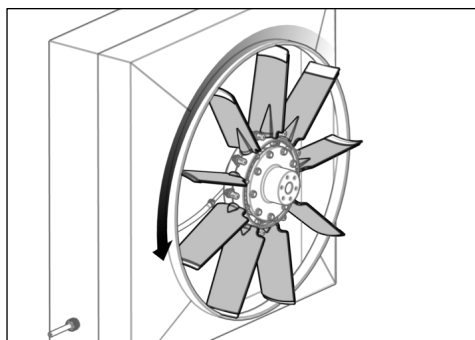

Fig. 33
- 29)** Rotiți manual ventilatorul (consultați Fig. 33).